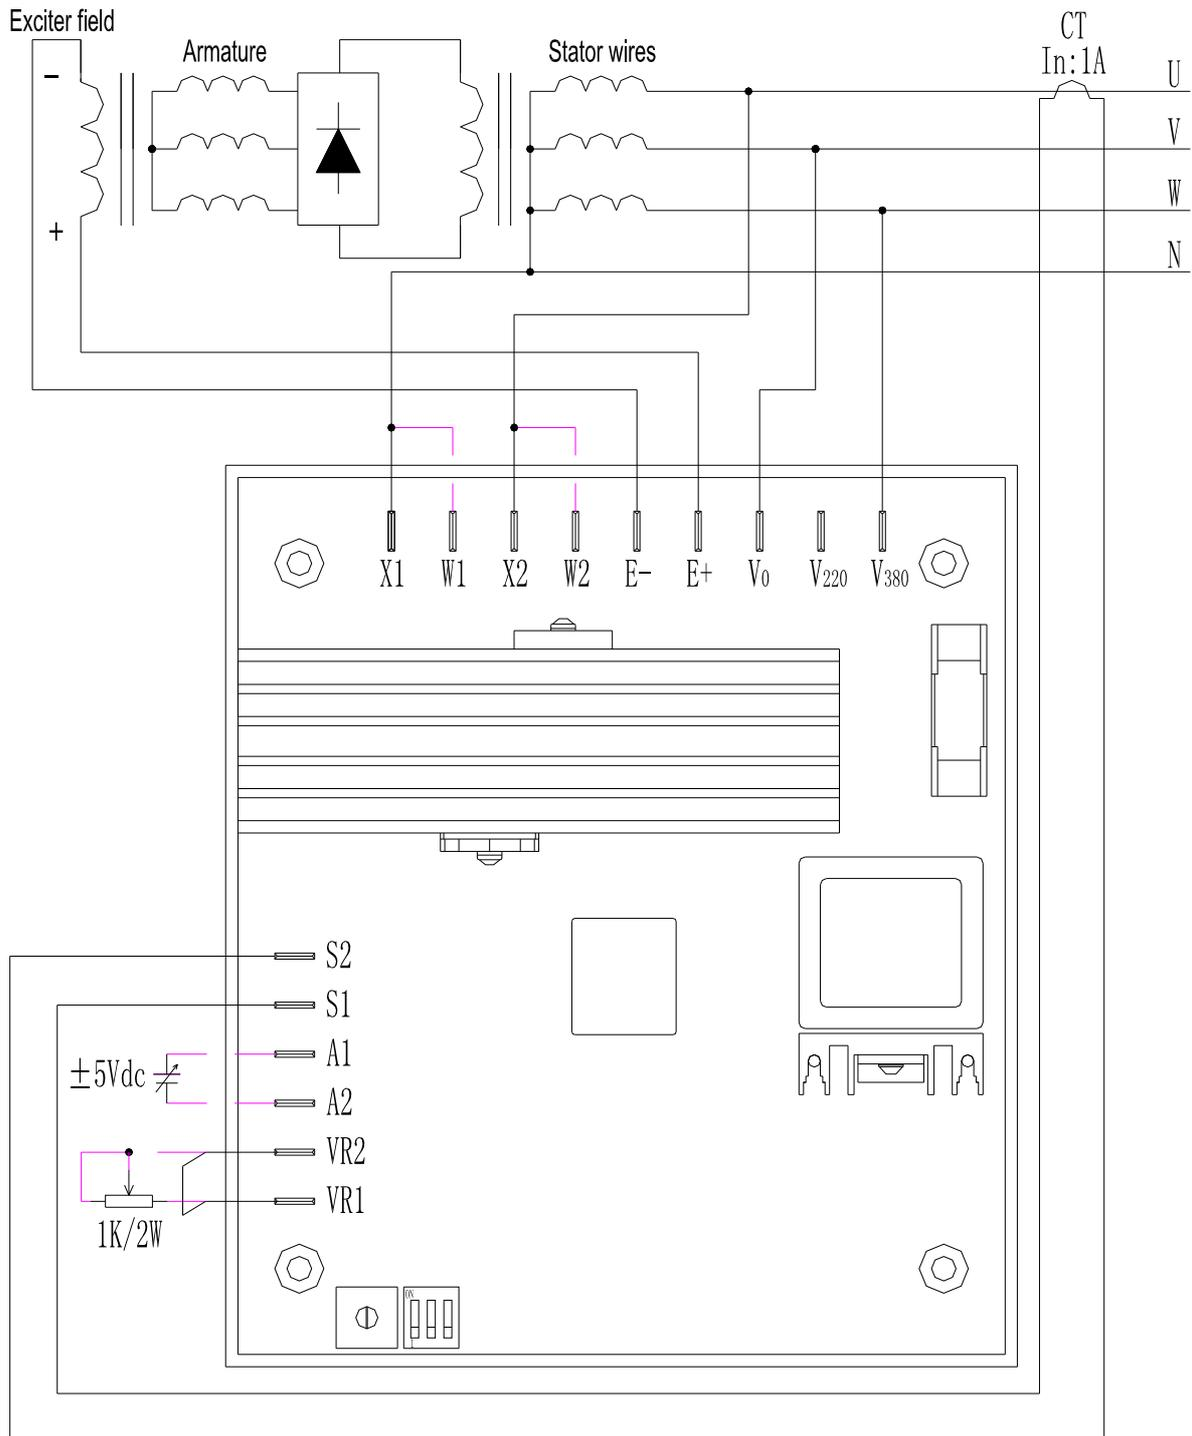
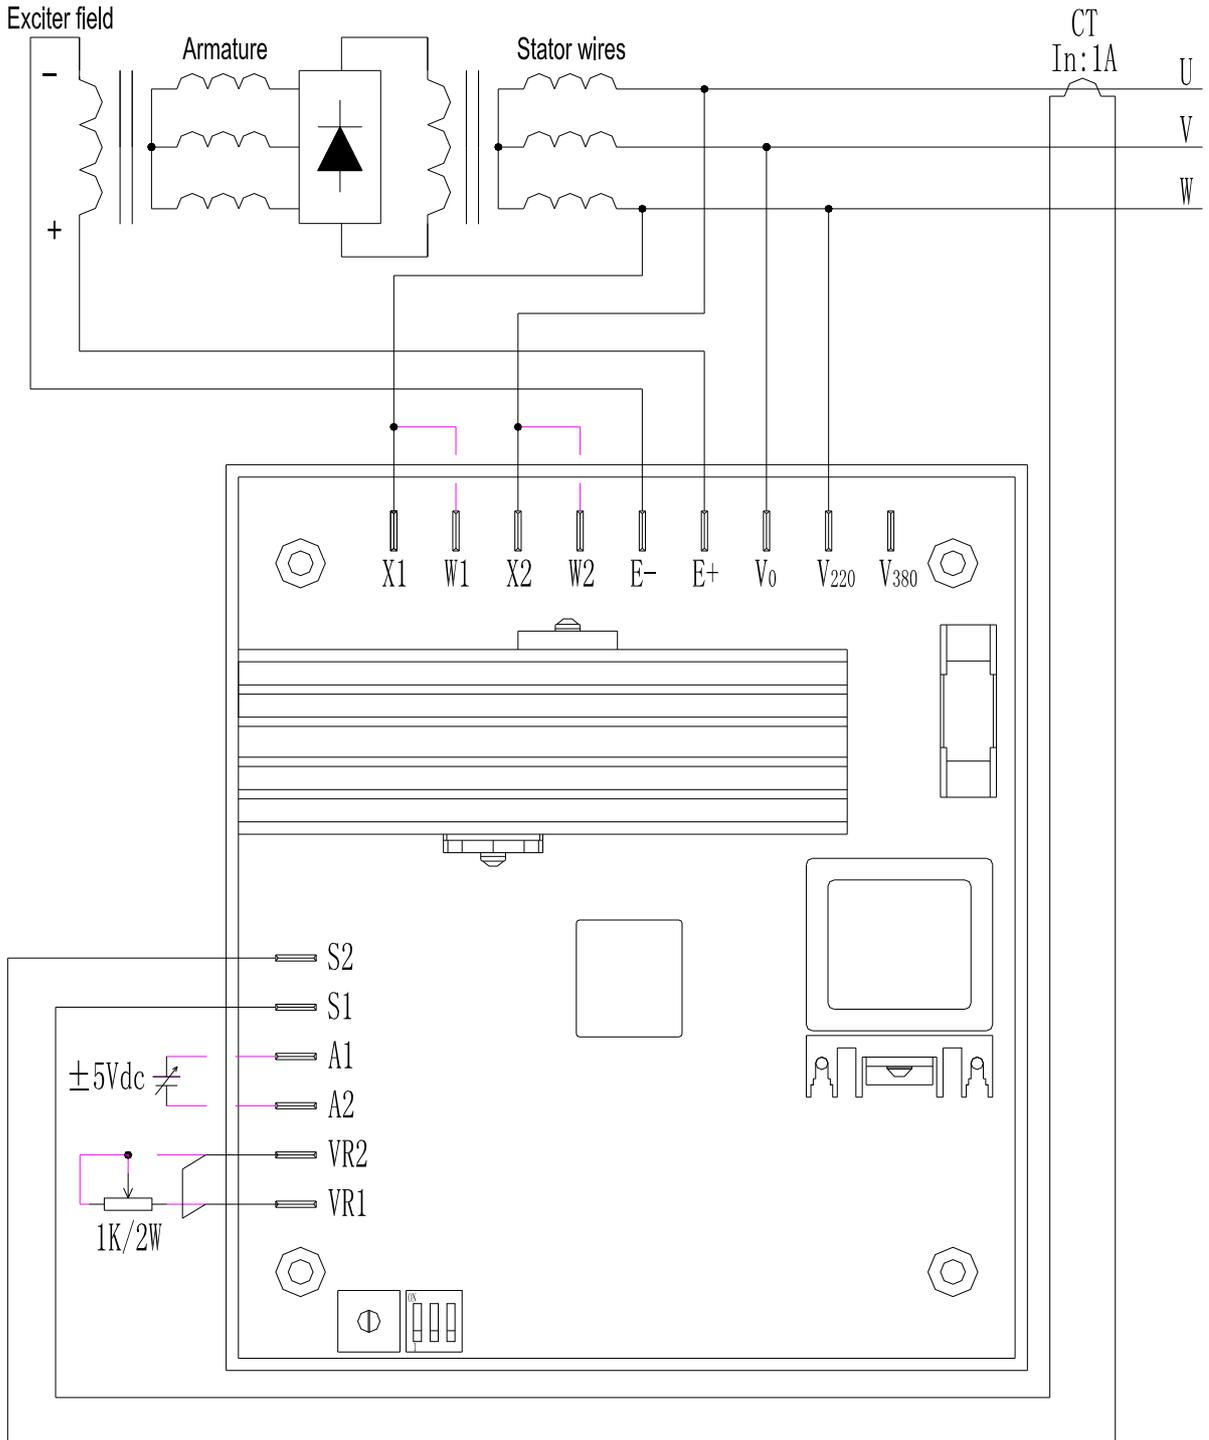

图 4 400V 系统自励接线图
图 5 200V 系统自励接线图
具体接线图见图 4、图 5、图 6：
其它各调节器在 AVR 背面, 具体位置见图 4
- 1、按图 5 连接电压调节器, 拨码开关 SW1 设定 ON, SW2、SW3 设定为 OFF, 并将其接入 220Vac/50Hz 电源。